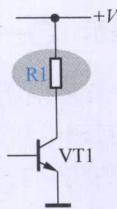

图 1-4 直流电压供给电路之一
(1) 同类电路分析之一。图 1-4 所示是一种直流电压供给电路, 这一电阻直流电压供给电路工作原理是: 通过 R1 将直流电压 +V 加到三极管 VT1 的集电极。